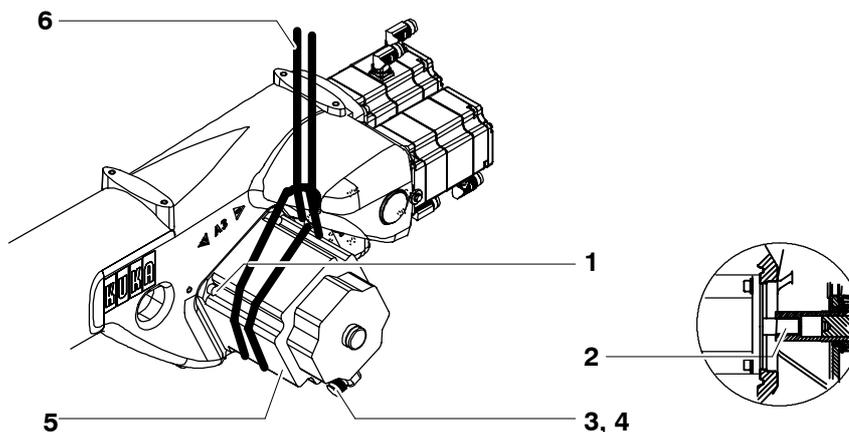

Fig. 117 Démontage et montage de l'entraînement de l'axe majeur A3
- (2) Desserrer les quatre vis à six pans creux (Fig. 117/1) sans néanmoins les dévisser.
- (3) Bloquer l'entraînement de l'axe majeur A3 (5) avec le dispositif de levage (6).
- (4) Desserrer et retirer les connecteurs XM3 et XP3 aux connecteurs femelles (3, 4).
- (1) Le cas échéant, procéder à la déconservation du nouvel entraînement de l'axe majeur A3.
- (2) Avant le montage, nettoyer les dents du servomoteur à courant triphasé (Fig. 117/2) et du réducteur, pour les enduire légèrement mais sur toute la surface avec du Micro-lube GL 261.
- (3) Monter l'entraînement de l'axe majeur A3 (5) avec le dispositif de levage (6).